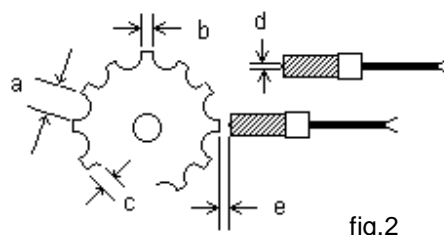

fig.2
Geralmente o material magnético mais utilizado é a roda dentada ou engrenagem. A fig.2 mostra uma forma típica de utilização dos pick-ups com roda dentada . A amplitude do sinal de saída depende principalmente da distancia entre o pólo do pick-up e o dente da roda dentada e da velocidade angular da roda dentada. O valor médio da amplitude do sinal de saída ( voltagem ) parte de zero até a um valor máximo com o incremento da velocidade.
Para a construção ou escolha de uma roda dentada, devem ser observadas as seguintes relações das cotas da fig.2, para se obter um ótimo rendimento.
- Tensão mínima do sinal de saída : ----- 11 Volts rms, para 1000 RPM com roda dentada de 60 dentes e distância entre sensor e dente da roda dentada de 0.3mm. ( cota "d" da fig.2 ).